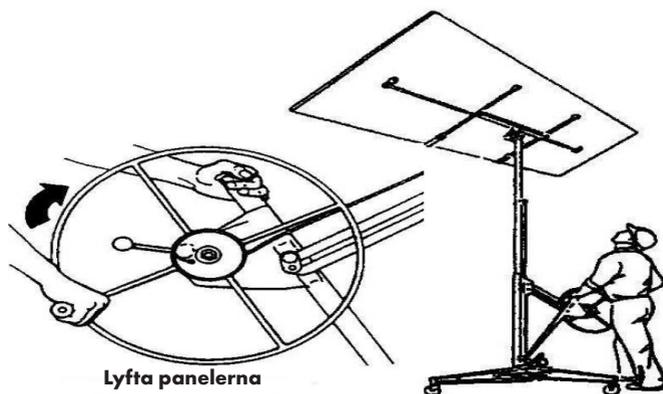

Bild 32
- För att höja panelen, rotera vinschjulet i den riktning som visas i Fig. 32. Brossarmen är fjäderbelastad för att hålla vinschen automatiskt på alla höjder.